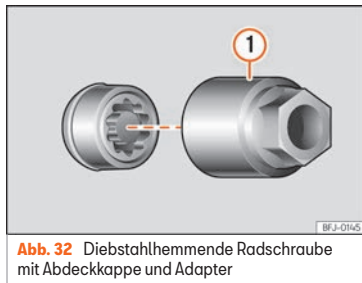

Abb. 32 Diebstahlhemmende Radschraube mit Abdeckkappe und Adapter
- Schieben Sie den Spezialadapter »» **Abb. 32** ① [Bordwerkzeug »» **Seite 38**] bis zum Anschlag in die diebstahlhemmende Radschraube.